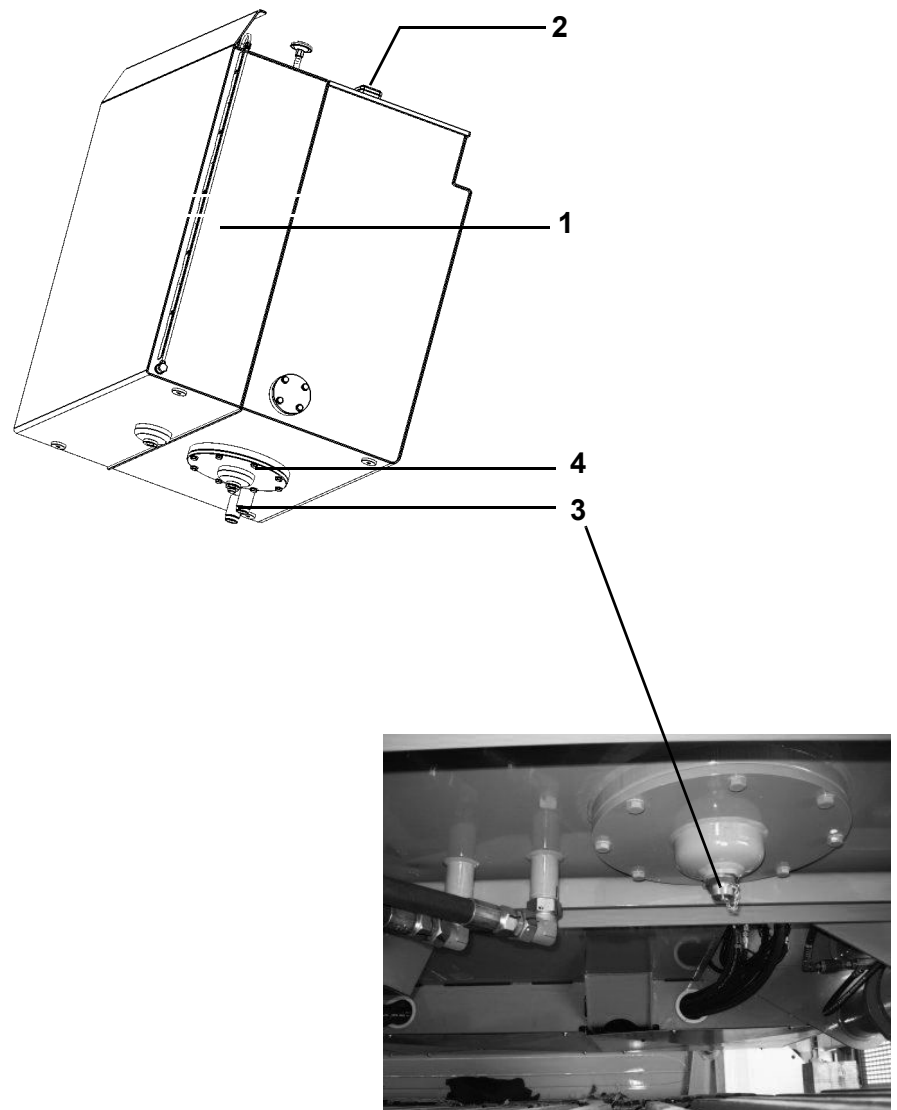

Fig. 225 Tanque de óleo hidráulico
| 1 | Desaparafuse o bujão de dreno (3) na Fig. 225 na face inferior do tanque e colete o óleo residual no recipiente. |
| 2 | Desaparafuse os 8 parafusos Allen (4) na Fig. 225 e remova a tampa. |
| 4 | Prenda a tampa e a vedação usando os 4 parafusos Allen (4) na Fig. 225. |
| 5 | Parafuse o bujão de dreno (3) na Fig. 225 e a vedação. |
| 6 | Desaparafuse a tampa (2) na Fig. 225 do gargalo de abastecimento de óleo. |